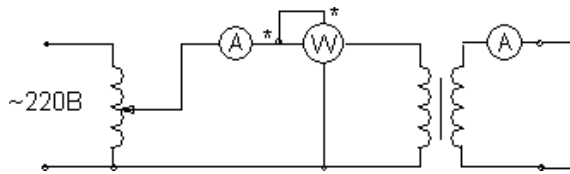

Рисунок 2.
2. Режим короткого замыкания. Собрать схему согласно рис.2.